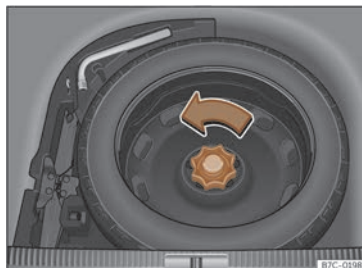

Fig. 224 Al maleters: base de càrrega alçada.
- Gireu la rodeta en sentit contrari al de les agulles del rellotge >>> **fig. 224**.